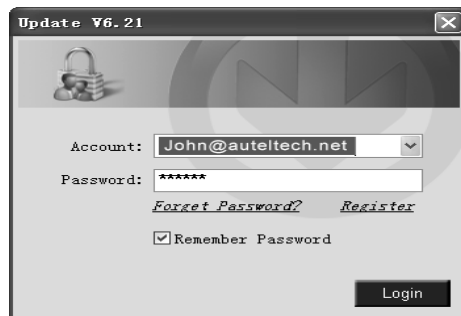

Abbildung 9.2
- 1) Führen Sie das Programm **PC SuitAutel Update** aus. Warten Sie, bis sich das Anmeldefenster öffnet. (Abbildung 9.2)